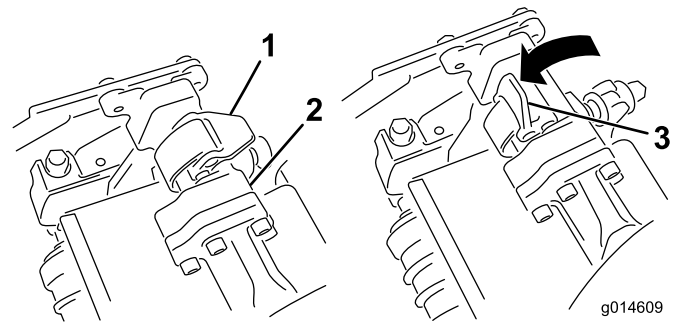
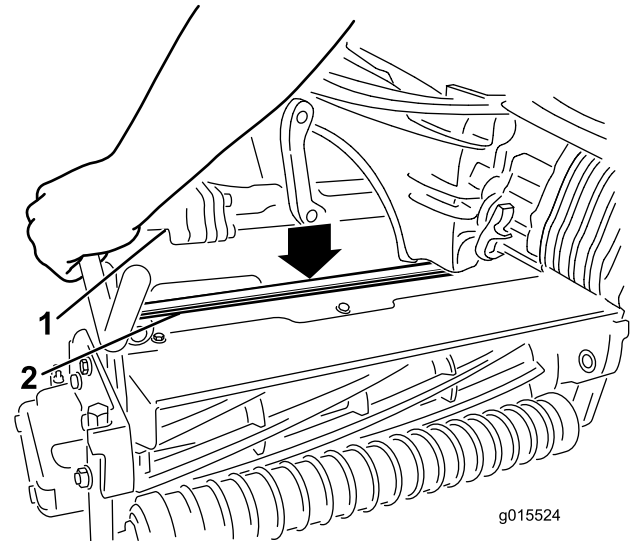

Figura 32
Figura 33
4. Con los enganches del brazo de suspensión orientados hacia arriba (es decir, abiertos) (Figura 32), empuje hacia abajo el brazo de suspensión de modo que la barra encaje en la barra situada en la parte superior de la unidad de corte (Figura 33).
5. Presione los enganches hacia abajo alrededor de la barra de la unidad de corte y bloquéelas (Figura 32).
- Abra los enganches de la barra del brazo de suspensión de la unidad de corte que está retirando (Figura 32).